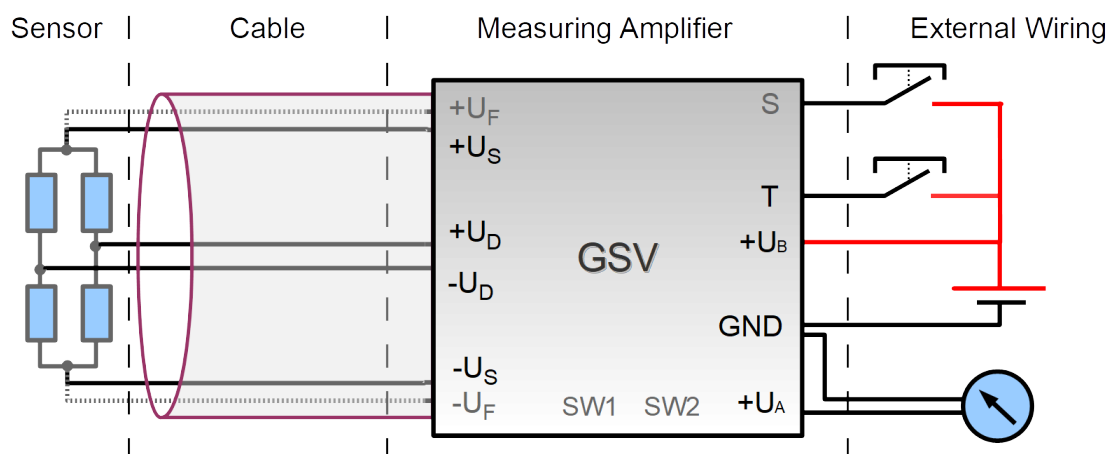

Abbildung 1: Anschluss des Sensors an den Messverstärker
- weitere mögliche Leitungen, wie z.B. ein zusätzlicher Anschluss zum Selbsttest bzw. zur Shunt-Kalibrierung werden in diesem Dokument nicht behandelt. Zur Inbetriebnahme des Sensors sind die Anschlüsse des Sensors mit den gleichnamigen Anschlüssen des Messverstärkers zu verbinden. Die Abbildung 1 zeigt den Anschlussplan. Die Tabelle 1 zeigt die üblichen Benennungen für die Anschlüsse.